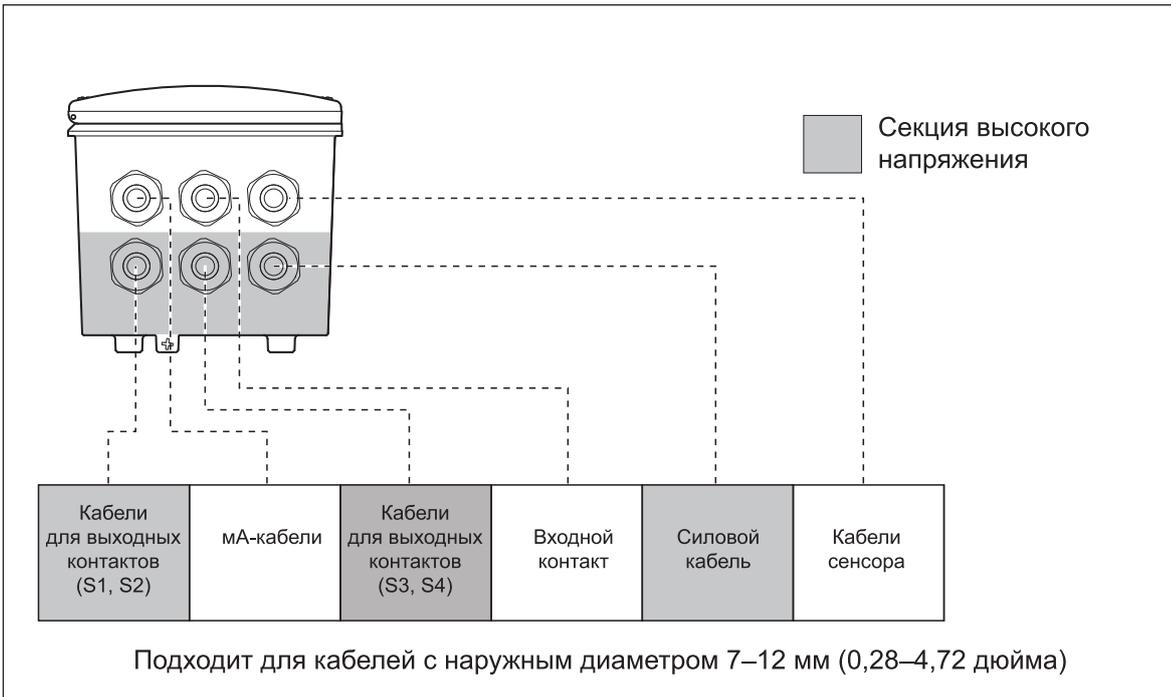

Рисунок 3-5. Конфигурация системы
7. Для аналогового выхода, входов сенсора, входного контакта и проводов HART® используйте три передних сальника (см. рисунок 3-5).